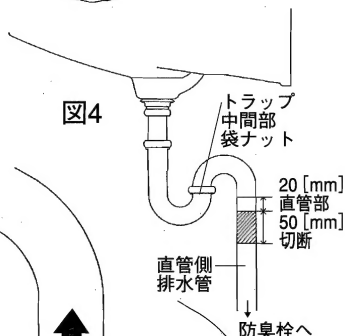

図4
- 2) トラップの曲がり部終端から、直管部20 [mm] を残したのち、50 [mm] を切断してください。（図4）